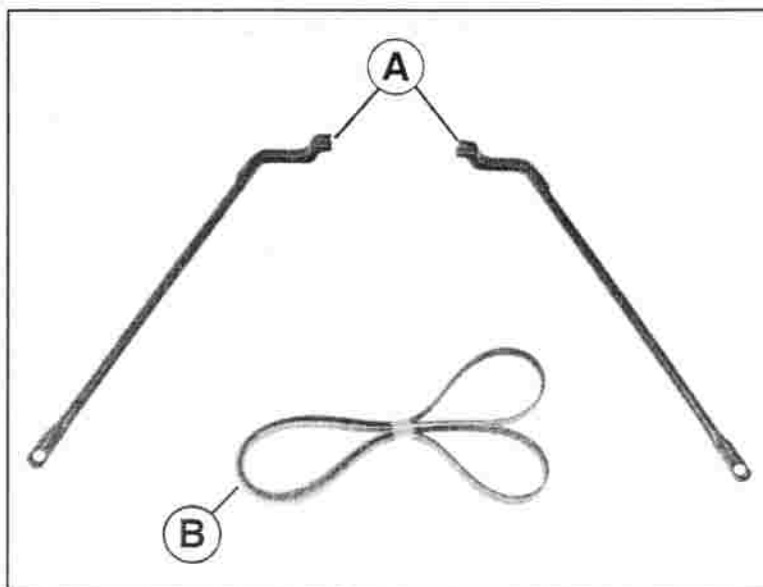

FIG. 5
- Smontare ed eliminare i due tiranti di rinforzo presenti anteriormente al radiatore (part. A di fig. 5);
- Smontare ed eliminare la cinghia di trasmissione (part. B di fig. 5).
- Déposer et éliminer les deux tirants de renforcement situés à l'avant du radiateur (part. A de la fig. 5).
- Déposer et éliminer la courroie d'entraînement (part. B de la fig. 5).
- Remove and discard the two reinforcing tie-rods found in front of the radiator (part A in Fig. 5).
- Remove and discard the transmission belt (part B in Fig. 5).
- Die beiden vor dem Kühler (Teil A der Abb. 5) vorhandenen Stützen ausbauen und entfernen.
- Antriebsriemen (Teil B der Abb. 5) ausbauen und entfernen.-
- Desmontar y eliminar los dos tirantes de refuerzo presentes delante del radiador (part. A de fig. 5).
- Desmontar y eliminar la correa de transmisión (part. B de fig. 5)